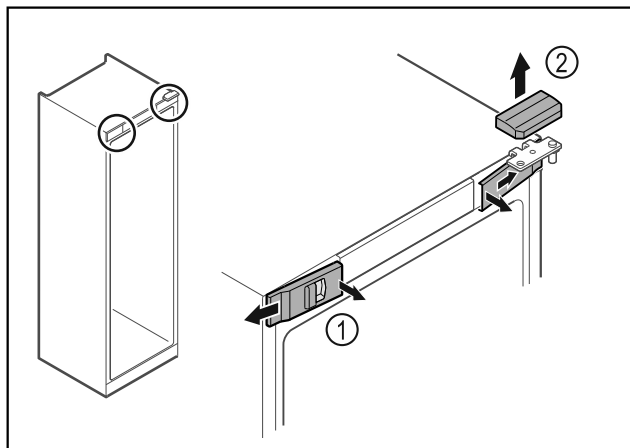

Fig. 14
- Wycześcić przednie osłonki Fig. 14 (1) i odchylić w bok.
- Górną osłonkę Fig. 14 (2) zdjąć w górę.